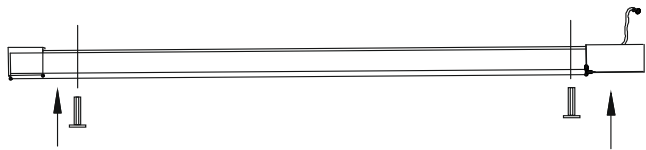

Рис.1
2. Установите однофазный шинпровод и подведите питающий провод (Рис.1).